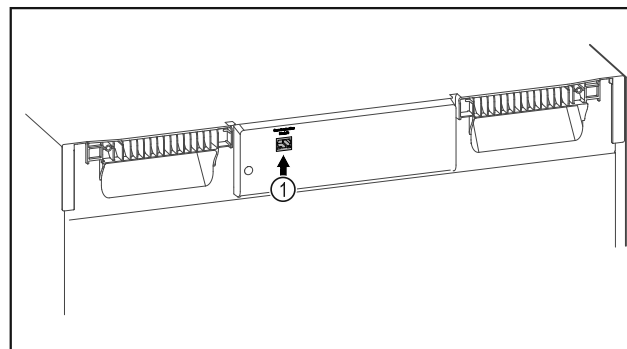

Fig. 150
- SmartModule Fig. 150 (1) on sisse pandud.